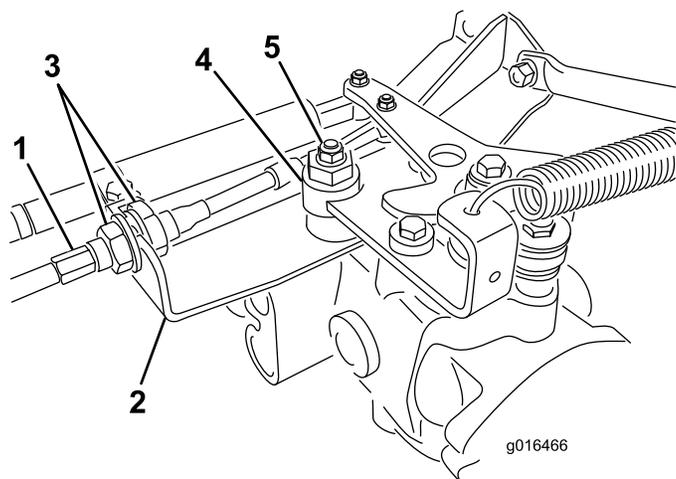

図 43
- A. 走行ケーブルを油圧トランスミッションのバルクヘッドに取り付けているジャムナット 図 43 を両方ともゆるめる。調整ができるよう、ジャムナットは十分に、また均等にゆるめること。
注 偏芯ナットをトランスミッション上部に止めているナット図 43をゆるめる。
- E. 調整ができれば固定ナットを締める図 43。
- G. バルクヘッドのそれぞれの側から、ロックナットを均等に締め付けて、ケーブルを固定する図 43。ケーブルをねじらないように注意すること。